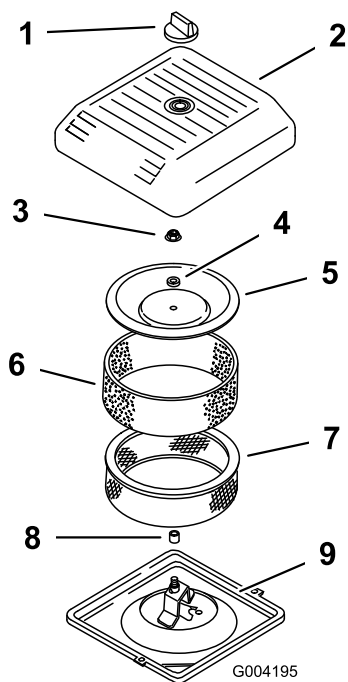

Figure 44
3. Dévissez le bouton et déposez le couvercle du filtre à air (Figure 44).
- Glissez délicatement le préfiltre en mousse hors de l'élément en papier (Figure 44).
- Dévissez l'écrou du couvercle de protection et déposez le couvercle, l'entretoise et l'élément en papier (Figure 44).
- Posez le filtre à air sur sa base (Figure 44).
- Montez le couvercle de protection sans oublier l'entretoise, et fixez-le avec l'écrou (Figure 44). Serrez l'écrou à 11 N·m.
- Remettez le couvercle du filtre à air et fixez-le à l'aide du bouton (Figure 44).